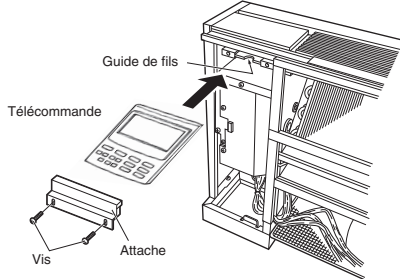

Fig. 3-117
- (2) Enlever le panneau avant. Enlever les vis et le support. (Fig. 3-117)
- (3) Mettre la télécommande dans l'espace prévu à cet effet dans l'unité comme indiqué en Fig. 3-117. Assembler les fils de la télécommande au centre de sa partie arrière et les passer par le guide de fils.